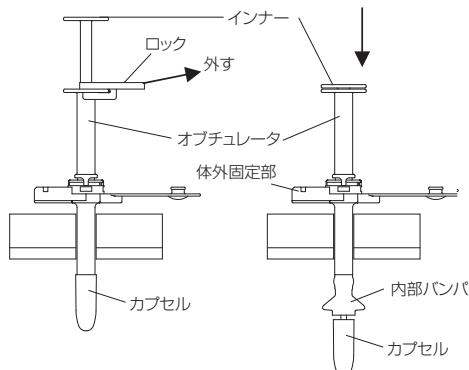

図13
5. オブチュレータのロックを外し、インナーを押し込んでカプセルを胃内に離脱させ、バンパを展開する。(図13)